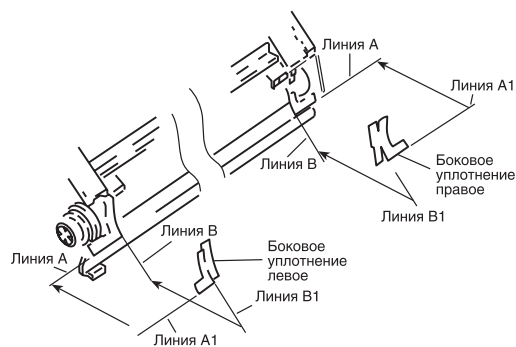

Рис. 1. Крепеж боковых уплотнений магнитного ролика
3. Прикрепите боковые уплотнения магнитного ролика MG, как показано на рис. 1, совместив линии A/A1, B/B1 и закрепите прочно боковые уплотнения, чтобы они не отделились и не повредили барабан.